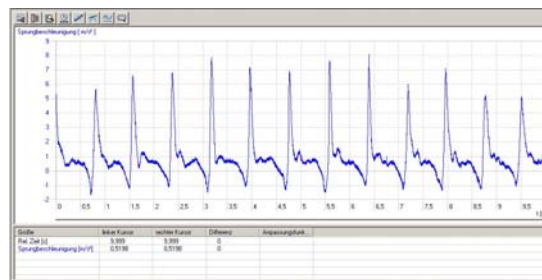

Fig. 1 Comportement caractéristique à l'accélération à la cheville d'une personne en train de sauter, enregistré avec 3B NETlab™ (U11310)
- Dans 3B NETlab™, lancez l'enregistrement de la courbe de mesure (fig. 1).
Observez sur la fig. 1 l'accélération permanente de $9,81 \text{ m/s}^2$ qui fournit dans la courbe une valeur subordonnée de 1 g.